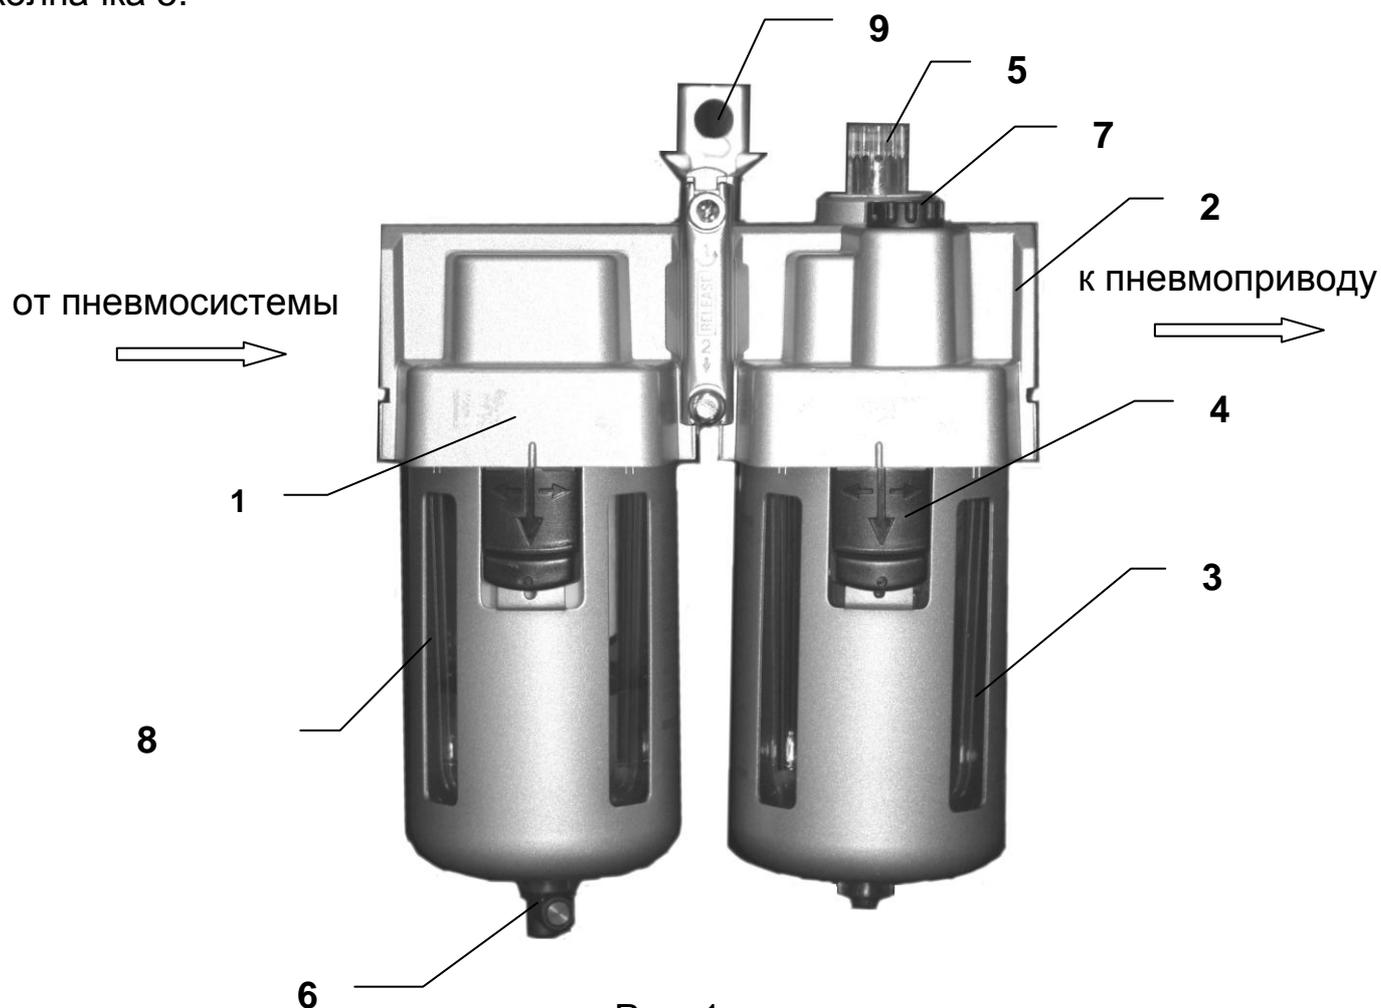
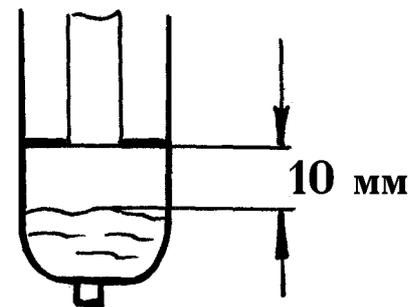

Рис. 1.
Рис.3
3.3. Установить блок вертикально колбами вниз в непосредственной близости от рабочего места, используя для этого кронштейн крепления 9 (рис.1).
3.7. Залить минеральное масло в резервуар 3 маслораспылителя 2 (рис.1), предварительно отвернув его.
4.1. Если расстояние между конденсатом и тарельчатым кольцом в фильтре-влажнотделителе 1 (рис. 1) уменьшилось до 10 мм (рис.3), необходимо произвести удаление конденсата, для чего достаточно нажать на кнопку сливного крана 6 (рис.1).
Для этого необходимо отвернуть клапан выпуска воздуха 7 (рис.1) до положения, когда нет шума сжатого воздуха. Затем снять резервуар 3, залить в него масло, вставить резервуар и завернуть клапан 7. Проверить правильность работы устройства. Дополнительной регулировки обычно не требуется.
- снять резервуар 8 (рис. 1);